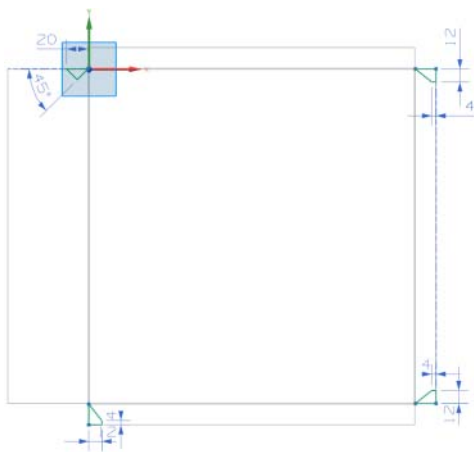

图 11-92 绘制草图
(4) 进入草图设计环境，绘制如图 11-92 所示的裁剪轮廓线。单击“完成”按钮，草图绘制完毕。